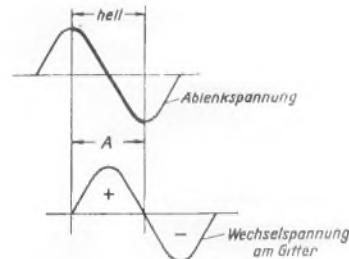

Bild 4. Phasenlage der Ablenk- und Gitterwechselspannung für Rücklaufverdunkelung
Für eine ganze Reihe von Aufgaben genügt eine sinusförmige Ablenkung mit Netzfrequenz an Stelle der Ablenkung durch eine Kippspannung. In diesem Falle ist aber eine Rücklaufverdunkelung vorzusehen, damit das Oszillogramm nur einmal geschrieben wird. Zur Ablenkung des Strahls wird nach Bild 4 der dick gezeichnete Teil einer Periode (A) ausgenützt (vom positiven Maximum zum negativen Maximum). Das Gitter ist nun im Ruhezustand so weit negativ vorgespannt, daß der Strahl gerade dunkel ist. Durch die Gitterwechselspannung (Bild 5) wird der Strahl nur in der positiven Halbwellen aufgesteuert, d. h. eine Zeichnung ist nur innerhalb des mit „hell“ bezeichneten Teils einer Periode möglich. Daraus folgt, daß die zur Rücklaufverdunkelung benutzte Spannung gegen die zur Ablenkung benutzte um  $90^\circ$  in der Phase gedreht werden muß (Bild 5).  $C$  muß klein, d. h.  $\frac{1}{\omega C} \gg$  gegen  $R$  sein, damit diese Phasenverschiebung zustande kommt und gleichzeitig die Wechselspannung auf den für die Auftastung nötigen Wert reduziert wird.